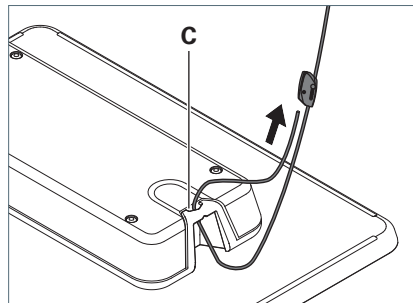

Fig. 3: Drahtseil an Leuchte befestigen.
- ▶ Führen Sie das Drahtseil durch die Aussparung **C** der Leuchte, siehe Fig. 3.
- ▶ Führen Sie das Drahtseil durch die zweite Öse des Drahtseilhalters, siehe Fig. 3.